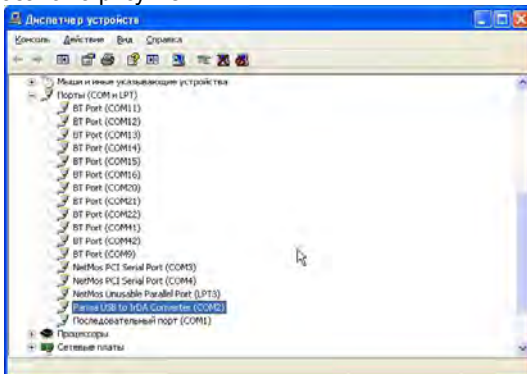

Рисунок 11
6.3.14 Открыть в «Панели управления», «Диспетчер устройств» выбрать закладку «Порты (COM и LPT)» (рисунок 11), выбрать устройство «Parma USB to IrDA Converter», правой кнопкой мыши выбрать пункт «Свойства», как показано на рисунке 12.